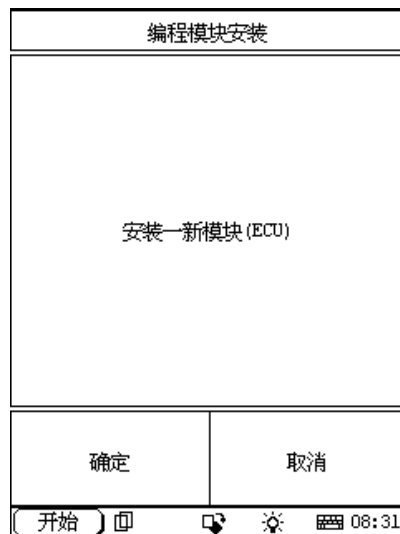

图 10.
- 5: 按照 X431 提示，安装新模块。(换上新的 ECU) (见图 10)